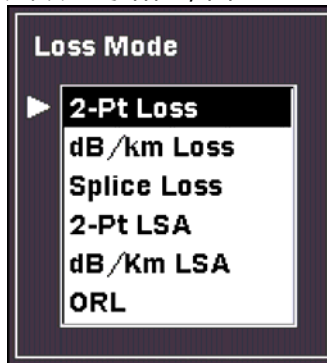

图5-19：损耗模式对话框
1. 按F3(损耗模式)，出现损耗模式设置对话框，图5-19